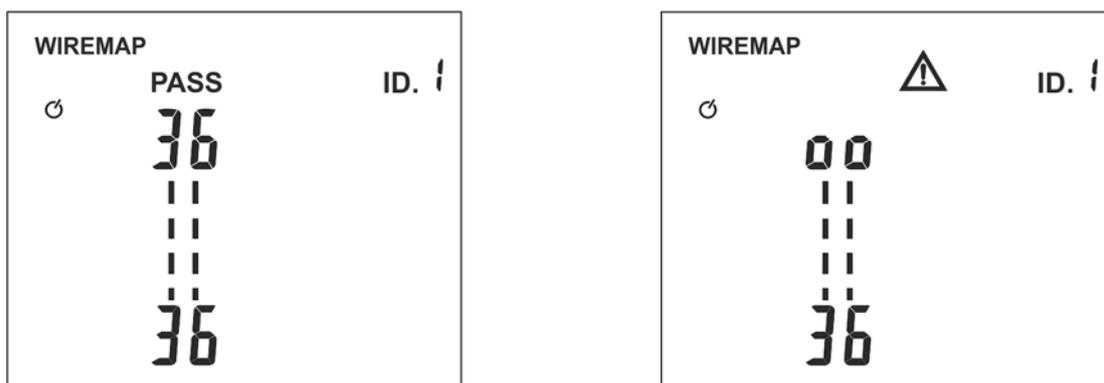

Fig. 13: Affichage test sur câble COAX avec connecteur F
4. Appuyer sur le bouton **TEST/←**. L'instrument effectue le test et affiche le message « **PASS** » pour test correct (voir Fig. 13 - partie gauche) ou le symbole « » en plus des paires clignotantes en cas de câble coupé (voir § Fig. 13 - partie droite)